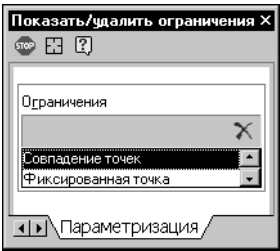

Рис. 63.6. Связи и ограничения отрезка
4. Проверьте его связи и ограничения (рис. 63.6).